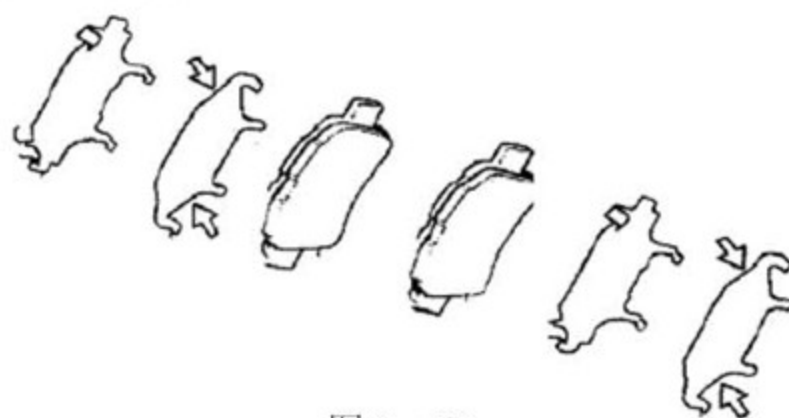

图 3—20
(1) 在每片消音垫片的两侧涂盘式制动润滑脂，如图3—20所示。